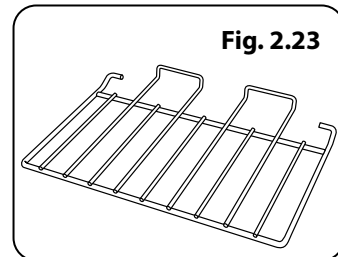

Fig. 2.23
- Trois grilles moitié du four (**Fig. 2.23**)